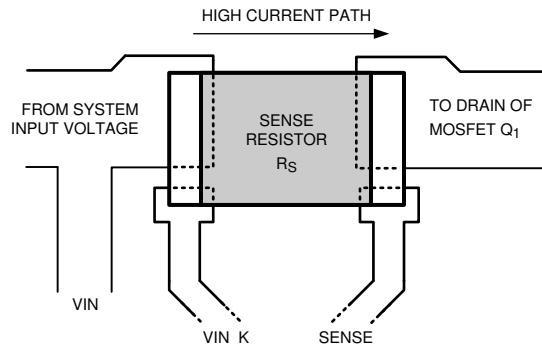

図 8-22. センス抵抗の接続
5. センス抵抗 (RSNS) は、LM5066Hx の近くに配置する必要があります。トレースでは、センス抵抗の VIN パッドと Q1 パッドを、それぞれ VIN\_K ピンと SENSE ピンに接続する必要があります。RSNS を、図 8-22 に示すケルビン手法を使用して接続します。